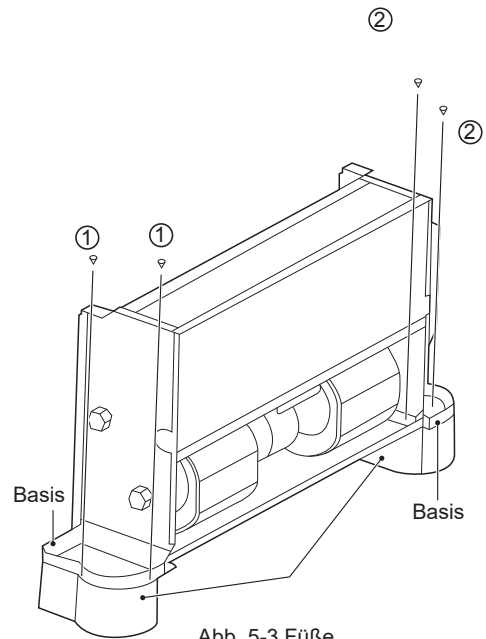

Abb. 5-3 Füße, Abmessungen s. Seite 23
Die in Abb. 5-3 dargestellten Füße sind Sonderzubehör. Sie können separat erworben und wie folgt montiert werden.
2. Positionieren Sie die Montagebohrungen an der Gerätebasis auf dem entsprechenden Zentrierstift des Fußes und drehen Sie jeweils die 2 Schrauben (1) und (2) ein, um die Füße gemäß Abb. 5-3 zu befestigen.